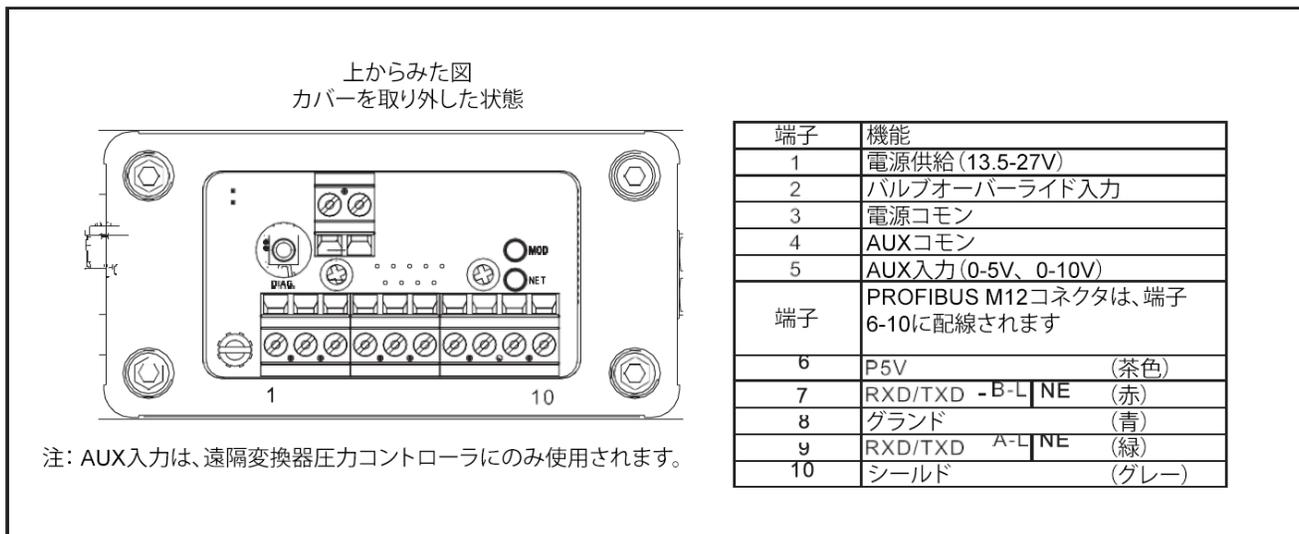

図1-5 SLAMfシリーズのProfibus端子接続
Brooks SLAMfは、Profibusコミュニケーションプロトコルをサポートするようになりました。Profibusは、ProfibusおよびProfinet International (PI) のフィールドバスベースの自動化標準です。Profibusは、1本のバスケーブルを介して、コントローラまたは制御システムをフィールドレベルの分散型フィールドデバイス（センサーおよびアクチュエータ）とリンクし、上位通信システムとの一貫したデータ交換も可能にします。Profibusデジタル信号は、M12コネクタ（図1-5）を介して外部に接続し、PG11/コンジット（VORアナログ信号も同様に）を介して電力を供給します。
外部接続については、図1-5のProfibus接続をご参照ください。